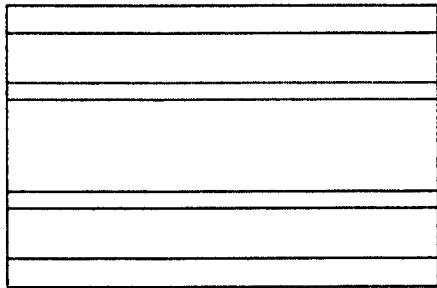
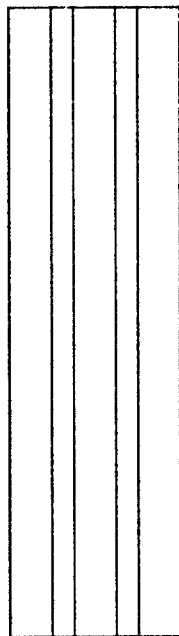

Fig 1
Fig 4
- fig.1 przedstawia profil konstrukcyjny w widoku na środek od strony zewnętrznej,
- fig.4 przedstawia widok na półkę od strony zewnętrznej.
Profil konstrukcyjny według wzoru przemysłowego ma kształt zbliżony do ceownika, którego środek ma od strony zewnętrznej trapezowe rowki a półki mają od strony zewnętrznej prostokątne rowki, zaś od strony wewnętrznej półki mają trójkątny występ oraz łukowe wgłębienie, jak przedstawiono na fig.1 – fig.4.
Profil konstrukcyjny, charakteryzuje się tym, że ma kształt zbliżony do ceownika, którego środek ma od strony zewnętrznej trapezowe rowki a półki mają od strony zewnętrznej prostokątne rowki, zaś od strony wewnętrznej półki mają trójkątny występ oraz łukowe wgłębienie. jak przedstawiono na fig.1 – fig.4.